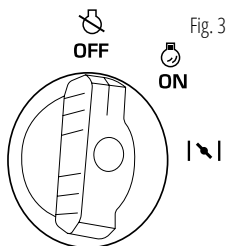

Fig. 3
3. Zet de multifunctionele motorschakelaar in de stand „OFF” (afb. 3).